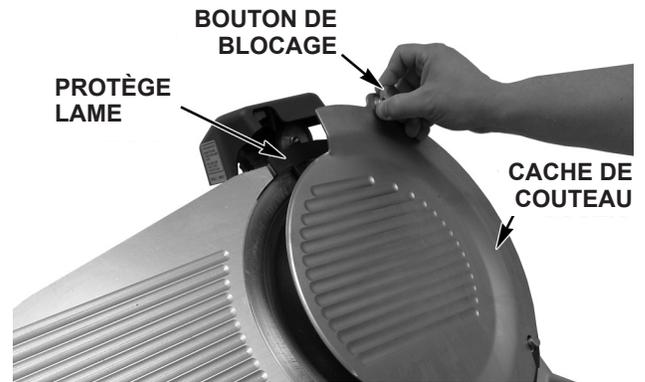

Fig. 8
- Retirez le cache du couteau (Fig. 8) en tirant le bouton de blocage. Le cache du couteau est maintenu par un aimant sous le bouton de blocage.
- Soulevez le protège lame en plastique (Fig. 8) pour le retirer..